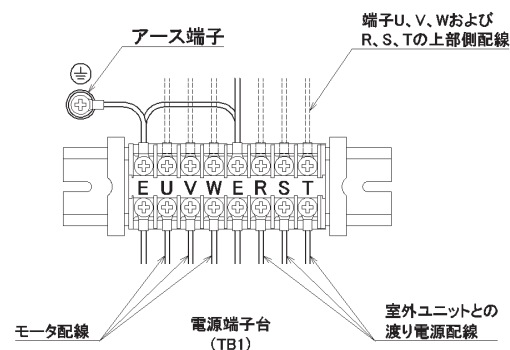

図2-18 絶縁測定時の配線
- ・ 動力回路の絶縁測定を行う際は、動力制御盤内の電源端子台（TB1）の端子U、V、WおよびR、S、Tの上部側配線を外した状態で行ってください。（図2-18参照）配線を外さずに回路に電圧をかけると、インバータ故障の要因となります。